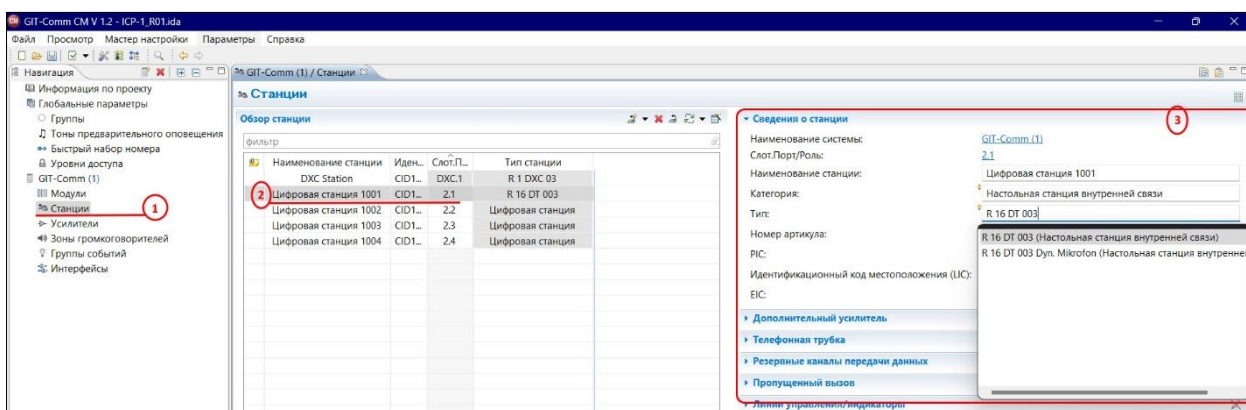

Рисунок 2.6 – Добавление цифровых оконечных устройств
- 1 - перейдите в рабочее пространство «Станции» (рисунок 2.6);